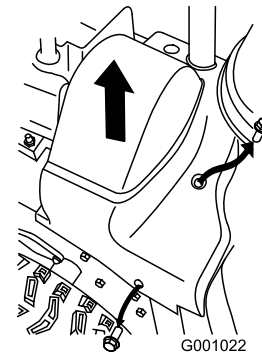

Figure 41
2. Soulevez le côté droit du couvercle de courroie (Figure 41).